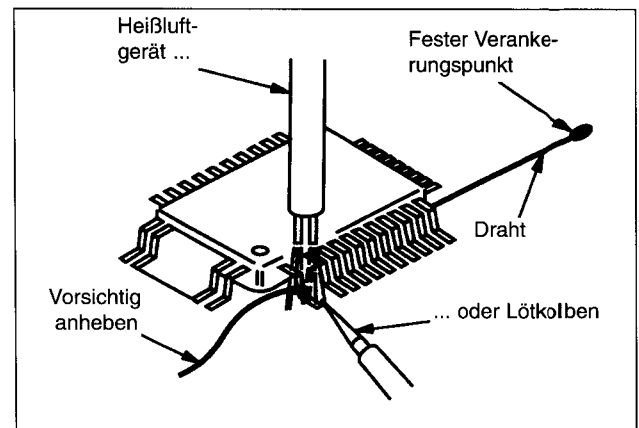

Abb. 2-8
b. Befestigen Sie den Draht auf der Arbeitsfläche oder an einem festen Verankerungspunkt (siehe Abb. 2-8).